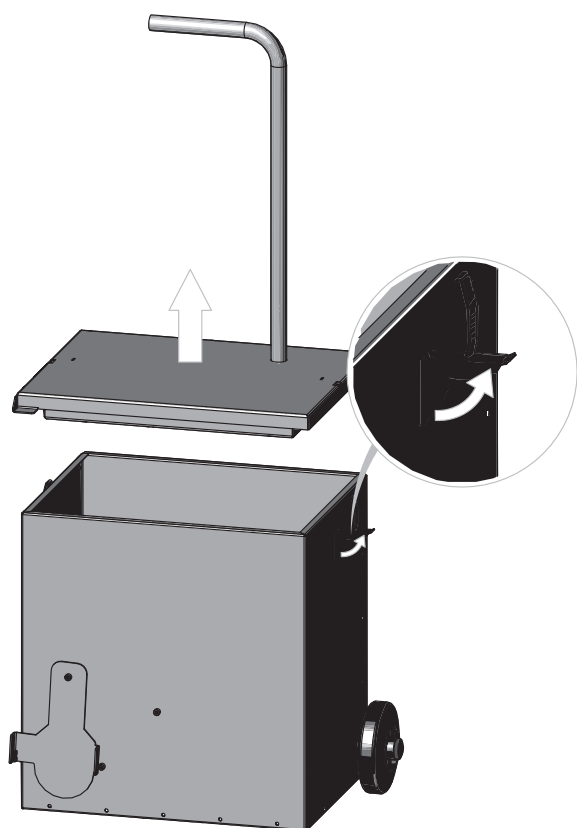

Fig. 53
- ▶ Spannbügelverschlüsse oben seitlich bei Aschebox lösen, Deckel abnehmen und Aschebox entleeren – Fig. 53.